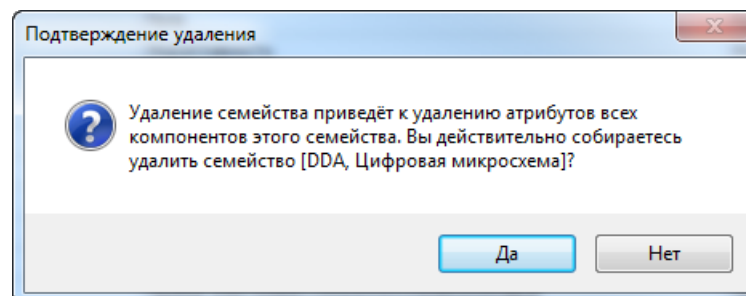

Рис. 38 Подтверждение удаления
5. В окне «Подтверждение удаления» нажмите «Да» для подтверждения удаления атрибута, либо «Нет» для отмены действия, Рис. 38.